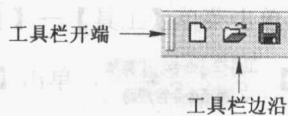

图 1-5 工具栏说明
(1) 工具栏显示/隐藏：用鼠标右键单击 SolidWorks 窗口中的任何图标按钮，单击想要显示的工具栏名称即可在屏幕上显示工具栏，显示的工具栏前面有勾，例如 标准视图(E)。或者单击已经显示的工具栏，可不显示工具栏，不显示的工具栏前面没有勾，例如 曲线(C)。
(2) 使用菜单：单击菜单【工具】→【自定义】，选择【工具栏】标签，选中需要显示的工具栏即可。此外还可以定义工具栏图标的大小。
(3) 工具栏的移动：按住工具栏的起始处或边缘并拖动，可以移动工具栏，如图 1-5 所示。如果将工具栏拖动到 SolidWorks 窗口的边缘，工具栏便会自动地停放在该边缘。如果将工具栏拖动离开窗口的边缘，它会变成一个浮动的工具栏。